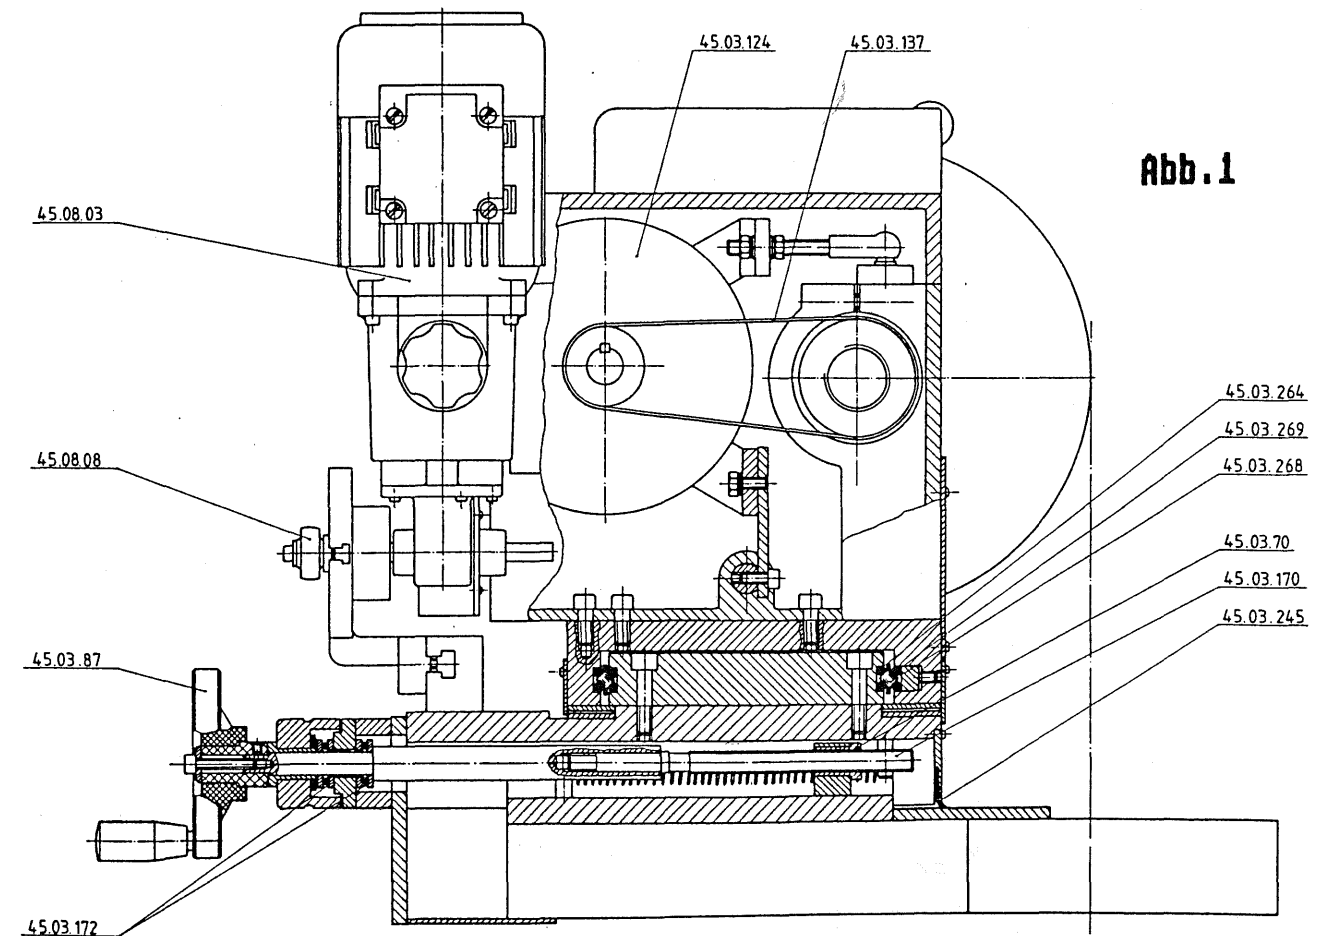

Abb. 1
Maschinenprojektor C 30 (Fig. 1)
Der Profilierkopf (Abb. 1) mit der Abrichtscheibe ist in seiner vertikalen Schwenkachse auf einem stabilen Lagerzapfen in Kegelrollenlager gelagert. (Abb. 2)
Die beiden Gewindespindeln (A) u. (B) Abb.1 sind mit verst. Klemmhebeln arretierbar. Skalen mit 2/100mm Einteilung gewährleisten eine genaue Positionierung der Diamantschleifscheibe.